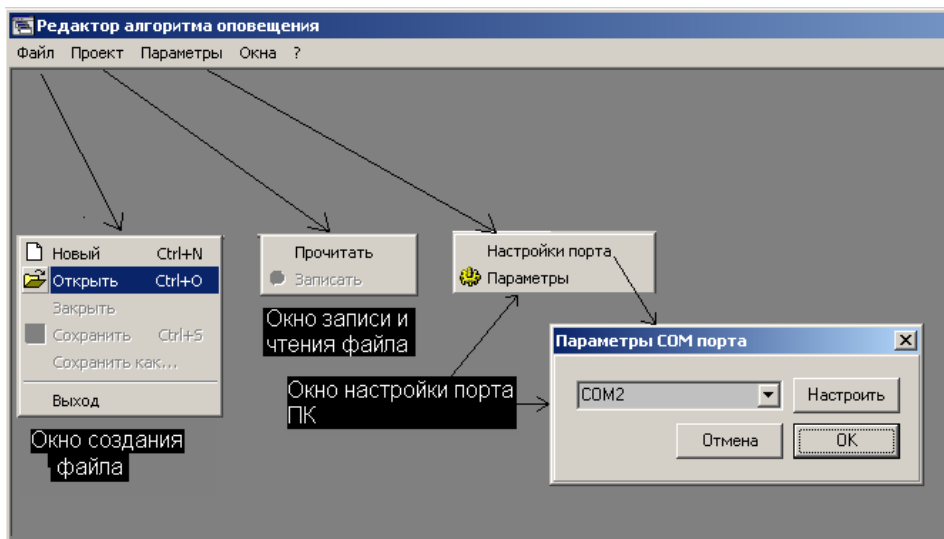

Рисунок 17
5. Запустите на персональном компьютере программу «Mdiapp.exe». После запуска программы на экране компьютера появится окно (Рисунок 17)
Для контроля записанного файла его можно прочитать из памяти прибора управления. Для этого, «кликнуть» по пиктограмме «проект» и выбрать опцию «прочитать» (см. рис.17).
Для записи в прибор ранее сформированного файла, хранящегося в ПК, его загружают в программу через пиктограмму «Файл», опцию «Открыть» (см. рис.17), а затем производят все необходимые действия.